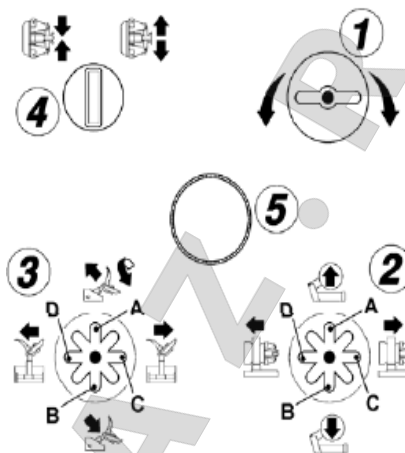

Рис. 12
2. Поверните переключатель вправо (#1 Рис.12): зажимное устройство повернётся по часовой стрелке. Поверните переключатель влево: зажимное устройство повернётся против часовой стрелки. В моделях с педалью управления, нажатие правой педали создаёт вращение зажимного устройства по ч.с., а нажатие левой - против ч. с.
3. Установите переключатель (#2 Рис.12 или #1 Рис.12/A) в положение **A**: зажимной рычаг поднимается вверх. Установите переключатель в положение **B**: зажимной рычаг опустится вниз.